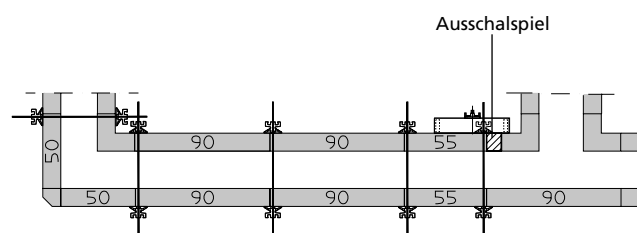

Abb. 70.3
■ Bei Wandscheiben unter 6 m sollte im Bereich der Innenschalung ein Ausschalspiel eingebaut werden (Abb. 70.3), weil sich die Schalung beim Ausschalen sonst verkeilt und ihre Haftung am Beton zu groß ist.